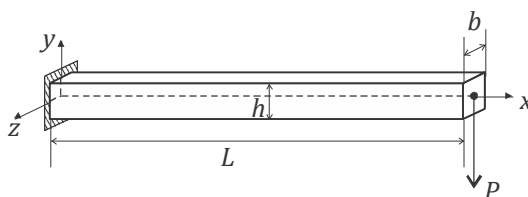

Figura 1: forma deformada deseada.
- 1) Sea una viga cantilever deformada por la aplicación de una carga muerta vertical  $P = 100 \text{ kN}$  en su extremo libre. El material se supone elástico neo-hookeano isótropo con módulo de elasticidad  $E = 210 \text{ GPa}$  y coeficiente de Poisson  $\nu = 0.25$ . Usando el Método de los Elementos Finitos (MEF)1, determine con que forma ha de fabricarse la viga para que una vez deformada adopte la forma observada en la Figura 1, donde  $L = 1.92 \text{ m}$ ,  $h = 6 \text{ cm}$  y  $b = 3 \text{ cm}$ , horizontal.
- 3) Si el material tiene una tensión de fluencia  $T_f = 300 \text{ MPa}$  y obedece al criterio de fluencia de von Mises, se puede decir que la viga fabricada con la forma obtenida como resultado de 1) alcanzará la forma de la Figura 1?, por qué?.